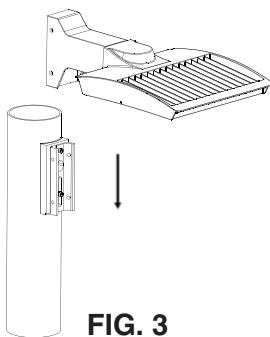

FIG. 3
2. Insérez le luminaire dans l'adaptateur (voir la FIG. 3).